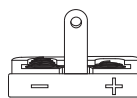
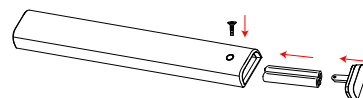

Figure 1
Figure 2
3. Legen Sie bitte nun die Batterien wie in der Abbildung beschrieben in das Batteriefach ein (Figure 2) und beachten dabei die negative und positive Markierung (Figure 1). Montieren Sie bitte nun den Batteriefachdeckel